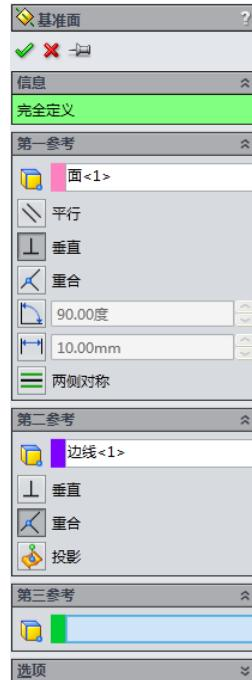

图 3-3 “基准面”属性管理器
1. 在菜单栏中选择“插入参考几何体”→“基准面”命令，或者单击“特征”工具栏中的“基准面”图标按钮，此时出现“基准面”属性管理器，如图 3-3 所示。